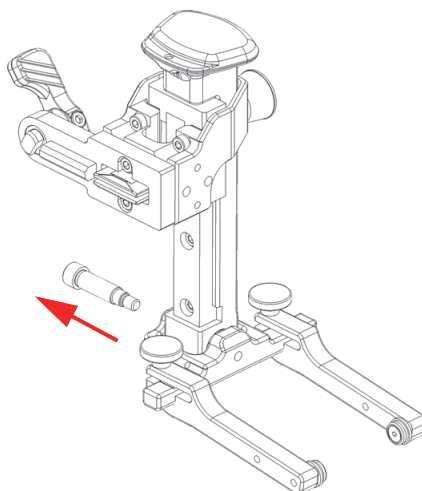

Figura 2-22 Remoção do parafuso da viga articulada do garfo
4. Remova o parafuso da viga articulada do garfo com uma chave sextavada de 2,5 mm (Figura 2-22 na página 52).